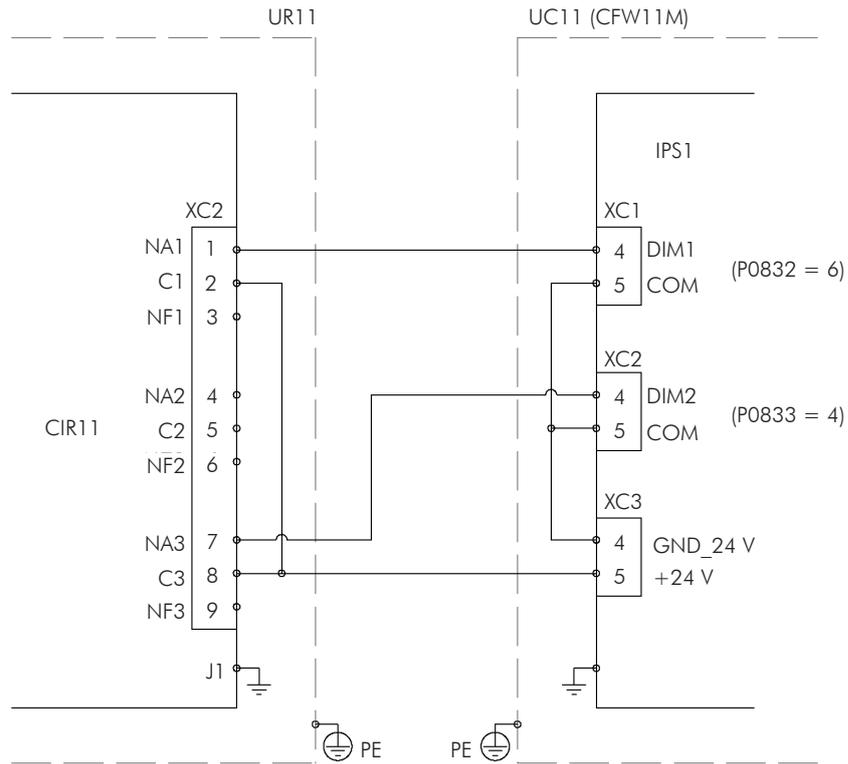

**Figura 3.21** - Conexão da blindagem
- ☑ Se necessário, utilize cabos blindados na alimentação 24 Vcc externa do cartão CIR11. A correta conexão da blindagem dos cabos é apresentada na Figura 3.21 na página 3-20.